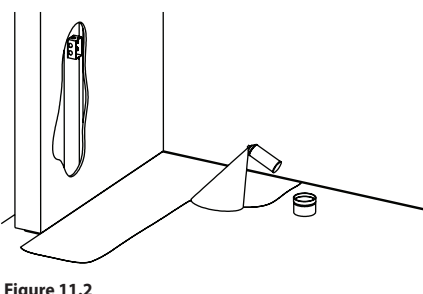

Figure 11.2
- Sur un sous-plancher de béton, utiliser la colle en aérosol pour fixer le treillis à la dalle de béton (figure 11.2).